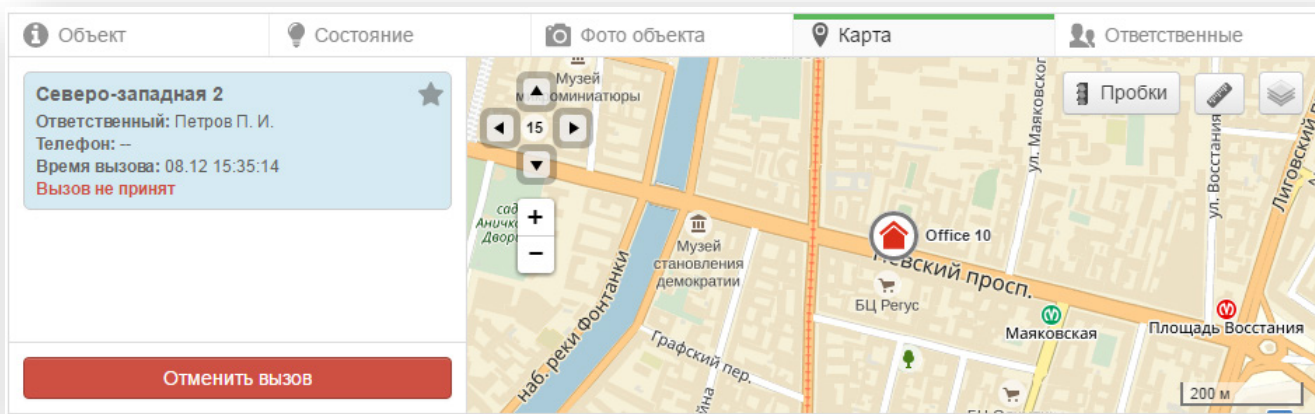

Рисунок 167. ГБР вызвана
- Кнопка «Отправить ГБР» сменится на «Отменить вызов» (см. рис. 167).